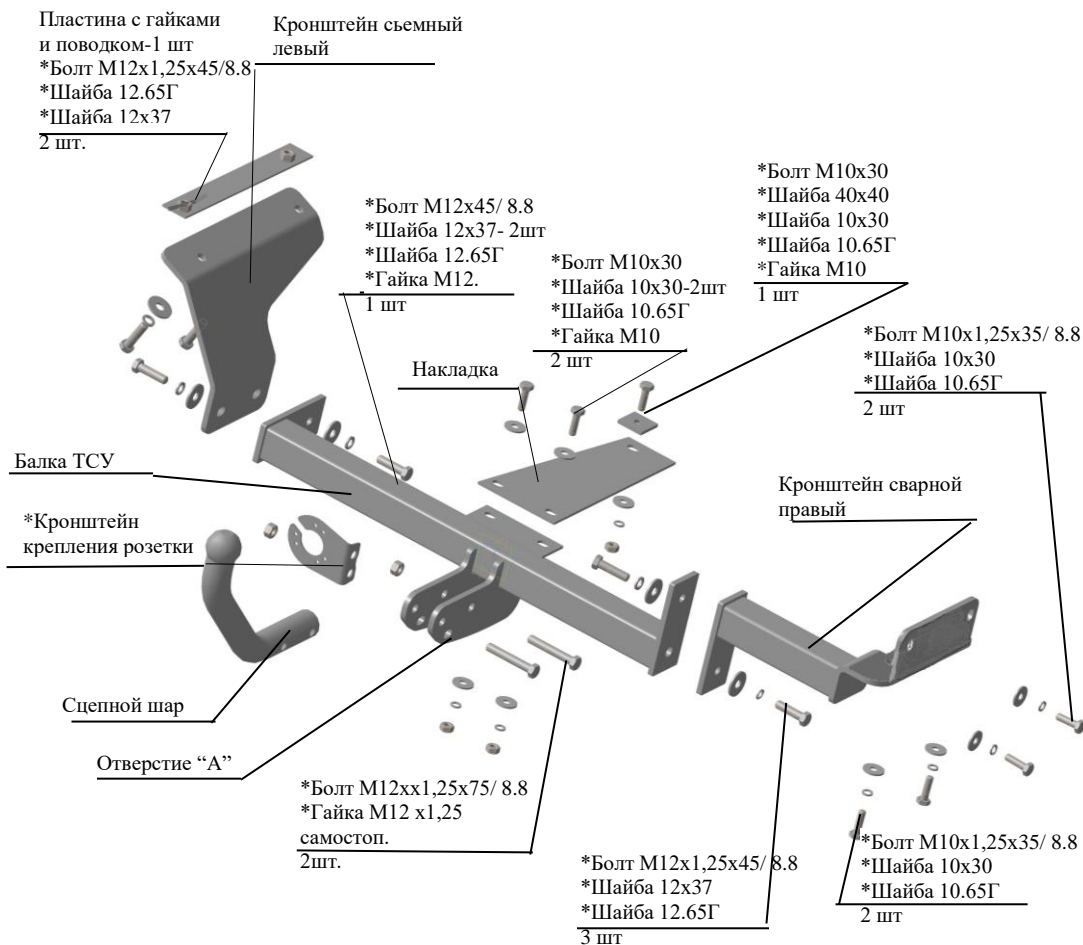

Рис.1 Тягово-сцепное устройство ТСУ 8400.
2.1 ТСУ 8400 в сборе (рис.1)	1 шт.
2.2. Пакет комплектующих (рис.1)	1 шт
4.3 Закрепить сварной правый кронштейн ТСУ к нижней и боковой полке правого лонжерона болтами М10х1,25х35, согласно рис.1, используя гайки штатные и подложив под головки болтов шайбы 10.65Г и шайбы 10х30. Крепеж не затягивать
4.4 Навинтить накладку к балке ТСУ болтами М10х30 и гайками М10, подложив под гайки шайбы 10.65Г и шайбы 10х30, изнутри багажника закрепить накладку болтом М10х30 и гайкой М10, подложив под головку болта шайбу 40х40, а под гайку шайбу 10.65Г и шайбу 10х30, затем закрепить балку ТСУ к боковым кронштейнам болтом М12х45 и крепежом соответственно рис.1, к приварным гайкам - крепить болтами М12х1,25х45, подложив под головки болтов шайбы 12,65Г и шайбы 12х37. Крепеж не затягивать.